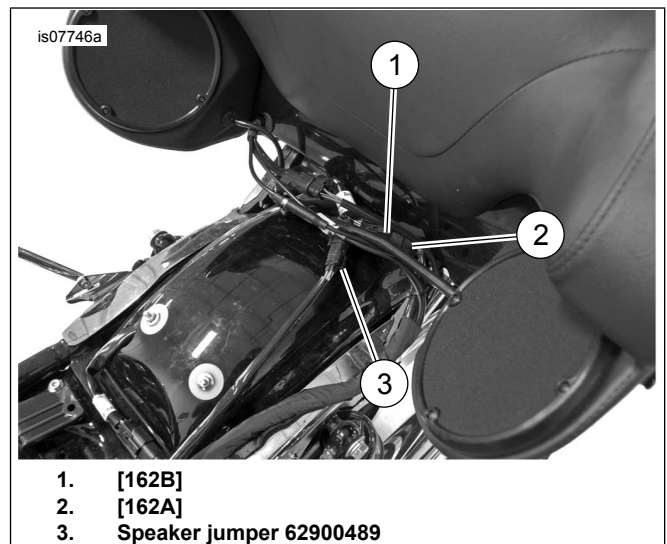

Figure 12. Rear Speaker Pod Interconnect
11. Tingnan ang Figure 12 . **Mga modelong may SiriusXM:** Ilipat ang SiriusXM antenna kasama ng bracket at mga tagubilin mula sa kit na iyon. Ikabit ang pangunahing fuse at itsek kung gumagana ang radyo.